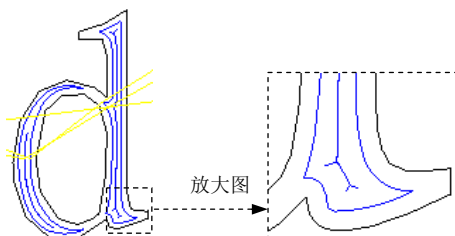

图 9.5.9 “环切清角”
- ☑ **环切清角** 选项: 该选项与 **平行环切** 类似, 但加入了清除拐角处的残量刀路, 刀具路径如图 9.5.9 所示。